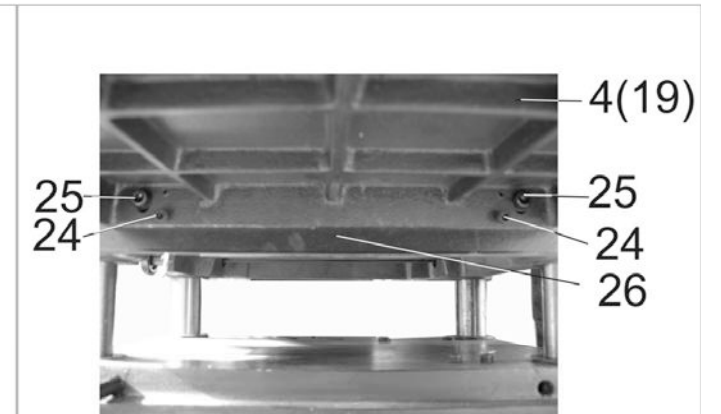

Рис.5
8.2.2. Как показано на Рис.5, используя детали крепления (L) и шестигранные ключи (F) (см. п.3.1), с обеих сторон рабочего стола (26) установите и закрепите болтами (25) на одном уровне с рабочим столом (26) столы приёмный и подачи (4 и 19). Регулировочными болтами (24) выставите положение рабочей поверхности столов приёмного и подачи (4 и 19) в одной плоскости с рабочей поверхностью рабочего стола (26).